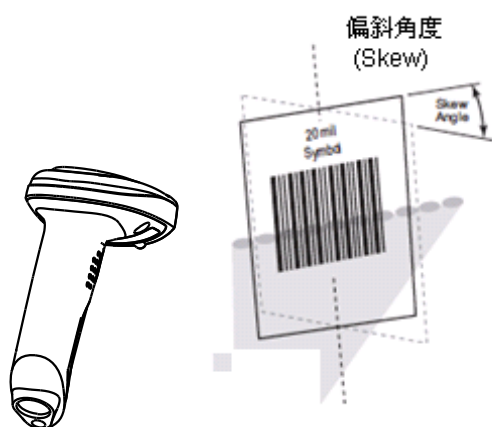

图 1-13
- ◇ 偏转角度(Skew)： $\pm 60^\circ$ ；测试条件为 0° 旋转角及 0° 倾斜角（见图 1-13）。